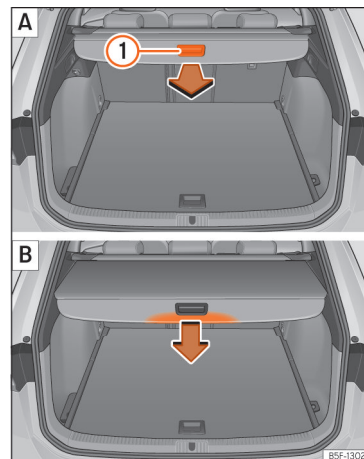

Abb. 125 Im Gepäckraum: Abdeckung ausziehen und einrollen.
• Ziehen Sie gleichmäßig die Abdeckung am Handgriff » Abb. 125 ① A heraus, bis diese hörbar einrastet.
• Drücken Sie den Haltegriff der Gepäckraumabdeckung in Pfeilrichtung, bis diese entriegelt ist » Abb. 125 B.